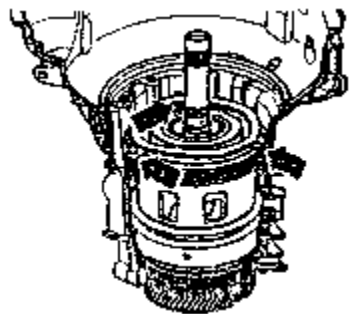

图 7-89 装入 B2 摩擦片
17) 装入 B2 摩擦片支撑管, 如图 7-89 中箭头所示, 使得支撑管的槽卡在自由轮的定位键上。然后按以下步骤安装 B2 摩擦片: ①先装入一个 3mm 厚的外摩擦片; ②将 3 个弹簧头装到外擦片上; ③装入压缩环; ④装入所有的摩擦片, 但不装入最后一块摩擦片; ⑤装入最